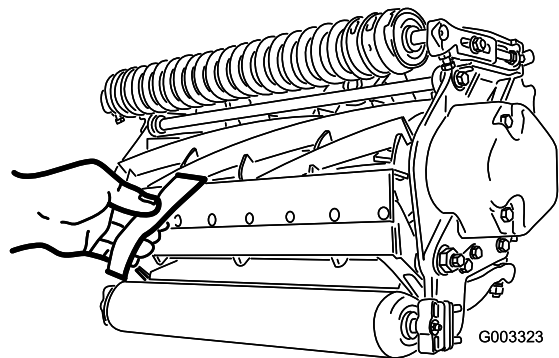

Figura 13
10. Pruebe el rendimiento de corte insertando una tira larga de papel de prueba del rendimiento de corte (Pieza Toro N° 125-5610) entre el molinete y la contracuchilla, perpendicular a la contracuchilla (Figura 13). Gire el molinete lentamente hacia adelante; debe cortar el papel.